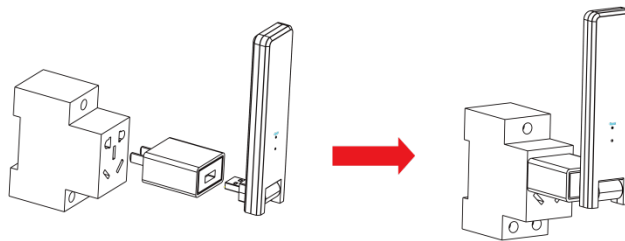

Figura 1
- a. Conecte a DTU ao adaptador e ligue-o na tomada de parede (Figura 1).